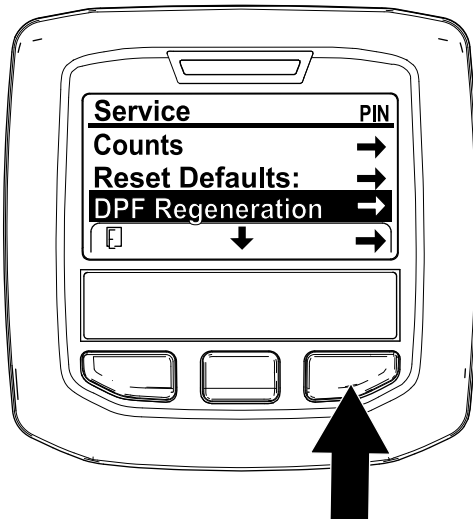

Figura 37
- Accesai meniul Service și apăsai butonul central pentru a derula în jos la opțiunea DPF REGENERATION (REGENERARE DPF) (Figura 37).
- Apăsai butonul din dreapta pentru a selecta accesarea Regenerării DPF (Figura 37).